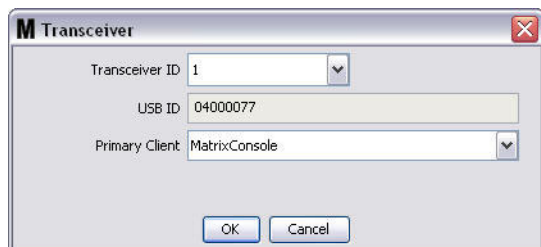

Рис. 88
3. Появится окно для внесения изменений (Рис. 88). В поле «Transceiver ID» [ИД приемопередатчика] можно изменить идентификатор, назначенный приемопередатчику, и определить основной клиент. Поле «USB ID» [ИД USB] в этом окне нельзя редактировать. Оно существует для дополнительных сведений.